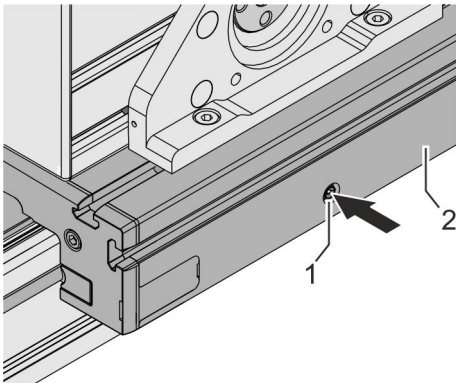

Abb. 44: Führungswelle schmieren
1. → Schmierstellen (Abb. 44/1) auf beiden Seiten des Führungsschlittens (Abb. 44/2) reinigen.
Schmierstoffpresse nacheinander auf beiden Seiten des Führungsschlittens (Abb. 44/2) auf die Schmiernippel (Abb. 44/1) setzen und Führungsschlitten abschmieren.
3. → Führungsschlitten (Abb. 44/2) mehrfach verfahren, um den Schmierstoff gleichmäßig zu verteilen.